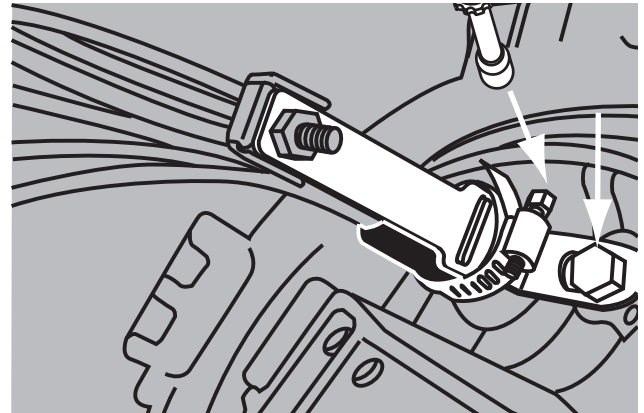

FIGURA 19
19. Manipule el cable y kit de fijación para asegurarlo con un perno en el puerto de del disco y ajuste fuertemente. (Figura 19)